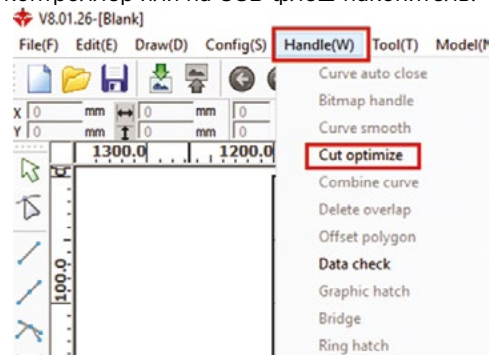

Рис. 8.7.1. Оптимизация траектории в RDWorks
Для англоязычной версии RDWorks V8.01.26 необходимо в меню “Handle (W)” выбрать функцию “Cut optimize”. В окне “Cutting optimize handle” установите значения параметров “Dir” = “Bottom To Up” (снизу-вверх), и “Height” согласно размеров деталей проекта, например, “Height” = 5.0 (рис. 8.7.1-8.7.2). Затем нажмите “OK” и загрузите